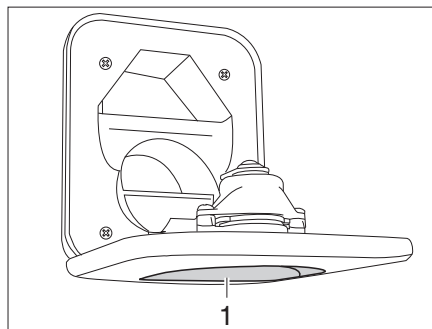

Fig. 246 Bec de remplissage d'eau fraîche pour les toilettes
- Ouvrir le bec de remplissage d'eau fraîche pour les toilettes (Fig. 246,1) au-dessus du portillon pour le réservoir pour matières fécales et le faire pivoter vers le bas.